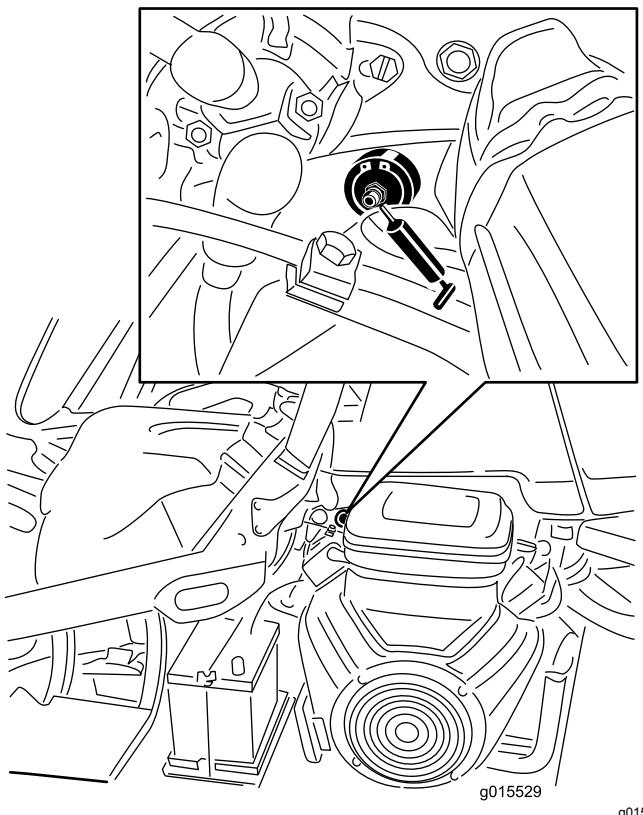

Рисунок 28
1. Тщательно протрите масленку, чтобы посторонние вещества не могли попасть в подшипник или втулку(Рисунок 28).